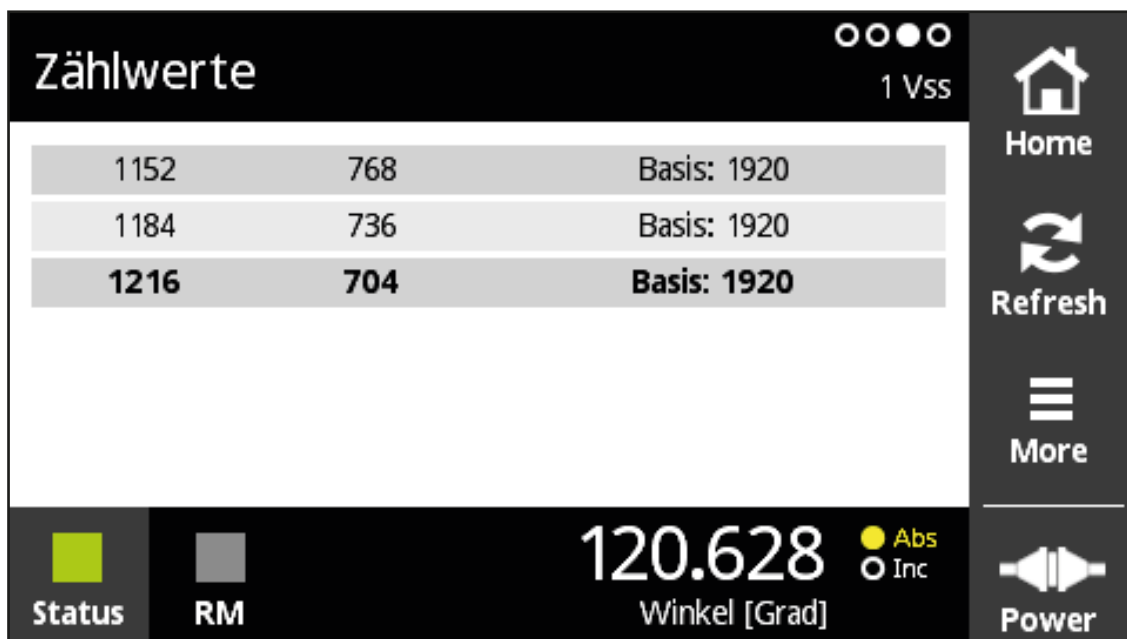

Abbildung 20. Abstandskodierte Referenzmarke mit Basisabstand
- In Abbildung 20 ist ein Messgerät mit 720 Teilstrichen zu sehen mit 32-facher Vervielfachung.